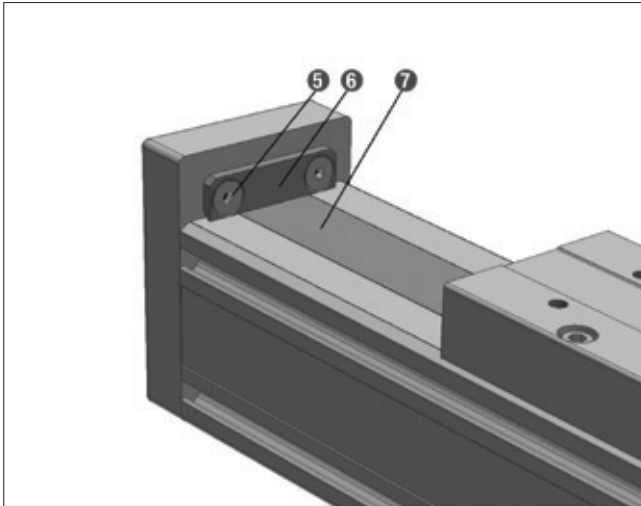
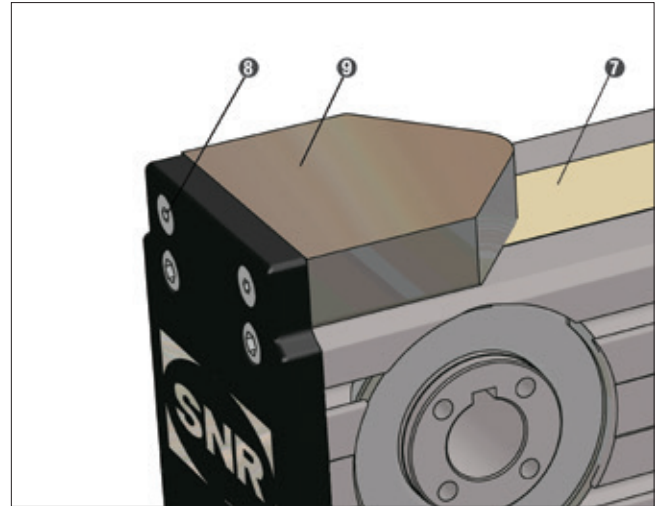
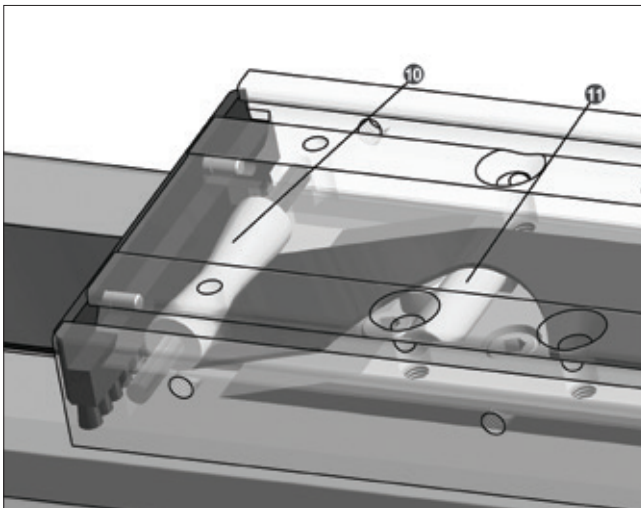

Bild 4.13 ____ Abdeckbandbefestigung Spindelachsen
Bild 4.14 ____ Abdeckbandbefestigung Zahnriemenachsen
Bild 4.15 ____ Abdeckbandumlenkung
2. Bei Linearachsen mit Spindelantrieb (Bild 4.13) die Schrauben der Bandklemmung ❸ und ❺ demontieren und die Bleche zur Bandklemmung ❹ und ❻ entfernen. Bei Linearachsen mit Zahnriemenantrieb (Bild 4.14) die Befestigungsschrauben der Endlagendämpfer ❽ demontieren und die Endlagendämpfer ❾ entnehmen.
3. Abdeckband ❷ entfernen.
4. Bandführungsrolle ❿ im Schlittenteil und Andruckrolle in der Tischplatte ❶ auf Leichtgängigkeit und Beschädigungen überprüfen und gegebenenfalls zu reinigen oder zu tauschen (Bild 4.15).